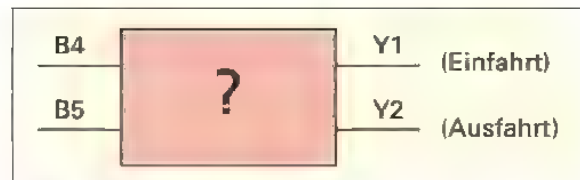
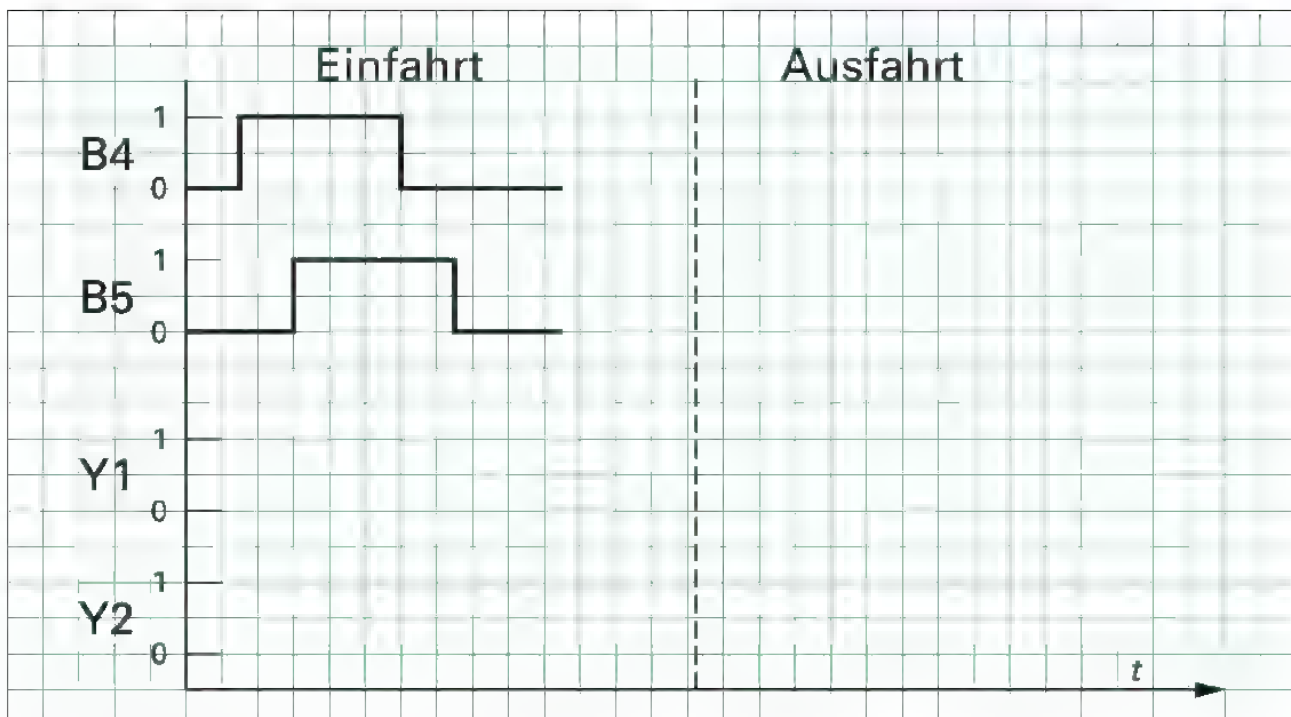

Bild 2: Funktionsplan
Bild 3: Impulsdiagramm für die Ein- und Ausfahrt
1. Ergänzen Sie den **Funktionsplan** (Bild, Seite 117) zur Fahrtrichtungserkennung entsprechend Bild 2. Der Ausgang Y1 soll schalten, wenn ein Fahrzeug in das Firmengelände einfährt und der Ausgang Y2 soll schalten, wenn ein Fahrzeug ausfährt. Vervollständigen Sie zuerst das **Impulsdiagramm** (Bild 3) für B4, B5, Y1 und Y2 für die Ein- und Ausfahrt!